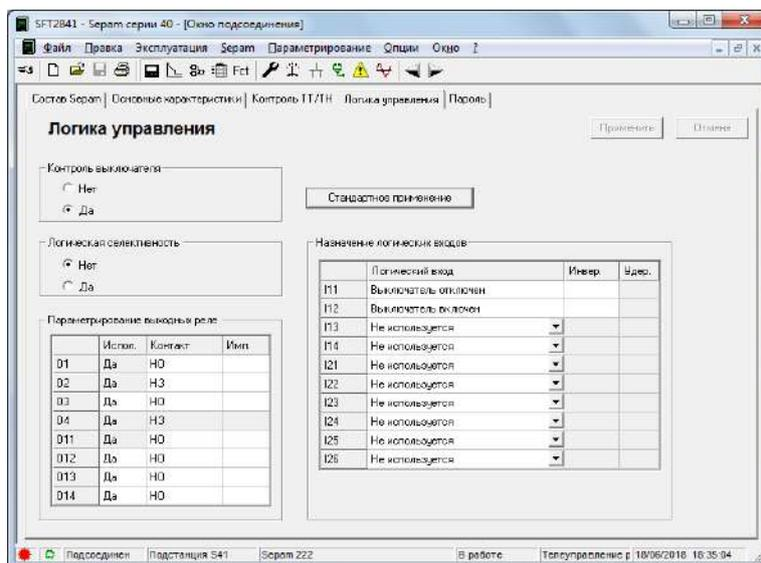

Рисунок 5.6 – Окно «Логика управления»
9. На вкладке «Логика управления» (рис. 5.6) в поле «Параметрирование выходных реле» установить «ОЗ» Испол. – да.